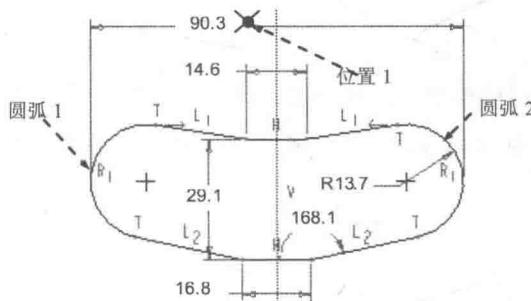

图 1.13 添加水平尺寸标注
Step3. 添加水平尺寸标识。单击尺寸区域中的“法向”按钮，在图 1.13 所示的图形中，依次单击圆弧 1 和圆弧 2，中键单击位置 1 放置尺寸。